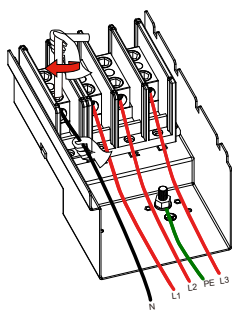
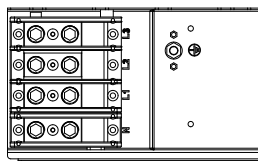

Рис. 5.9 Кабель змінного струму, підключений до терміналу
Рис. 5.10 Затягування з'єднувального кабелю змінного струму
2) Підключіть кабель через розподільну коробку, водонепроникну оболонку і вставте в клеми (Рис. 5.9 показано режим підключення трьох фазних ліній, підключених до розподільної коробки, дріт заземлення прикручений до корпусу інвертора), і за допомогою шестигранної викрутки притисніть джгут проводів до з'єднувальної клеми, як показано на Рис. 5.10.